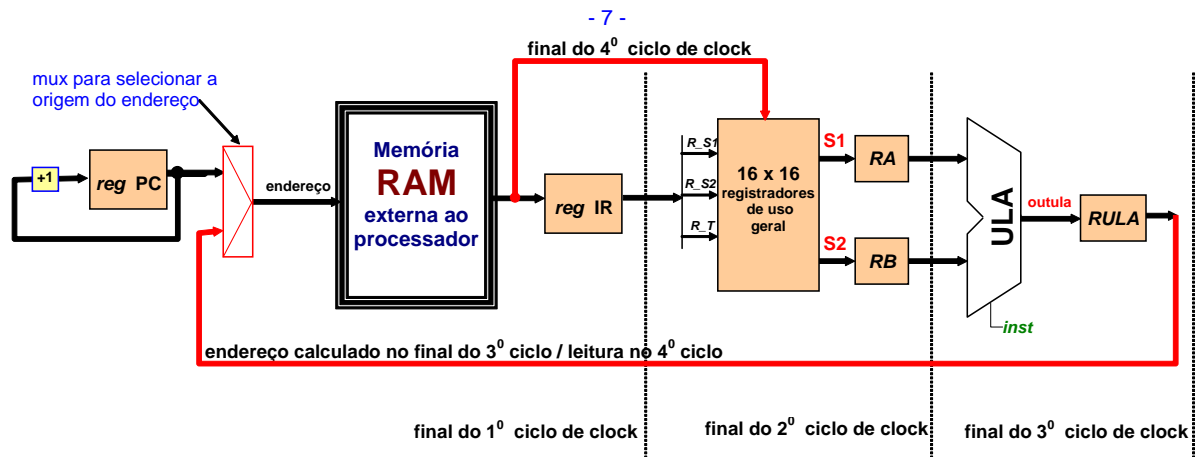

Figura 6 - Fluxo de execução de instrução de leitura na memória.
5.4.2 Execução da instrução de leitura de dados da memória (LD)
- Uma possível organização do bloco de dados para a execução da instrução de leitura na memória é apresentada na Figura 6.